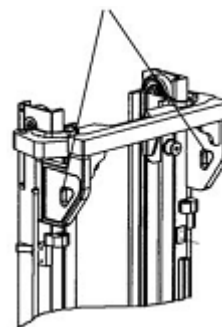

Рис. 2-39
(1) Места крепления подъемной системы представлены на Рис. 2-39